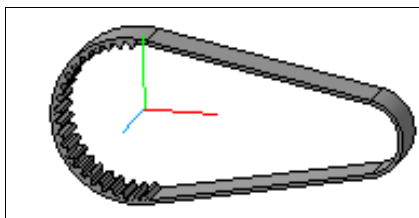

Рис. 25.24. Зубчатый ремень
- ◆ нажмите кнопку **Редактировать на месте** и кнопку **Да**, согласившись на перестройку модели. У вас должно получиться, как на рис. 25.24. Самостоятельно создайте зубья вдоль всего ремня. Сохраните сборку под именем *Зубчатая передача* (см. на диске папку *Зубчатая передача*).